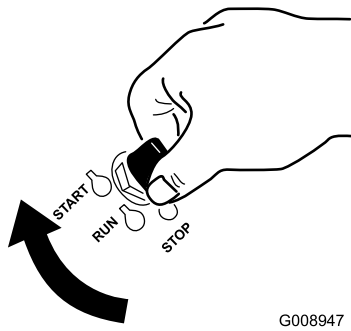

Figura 10
1. Gire la llave de contacto a la posición de ARRANQUE (Figura 10).